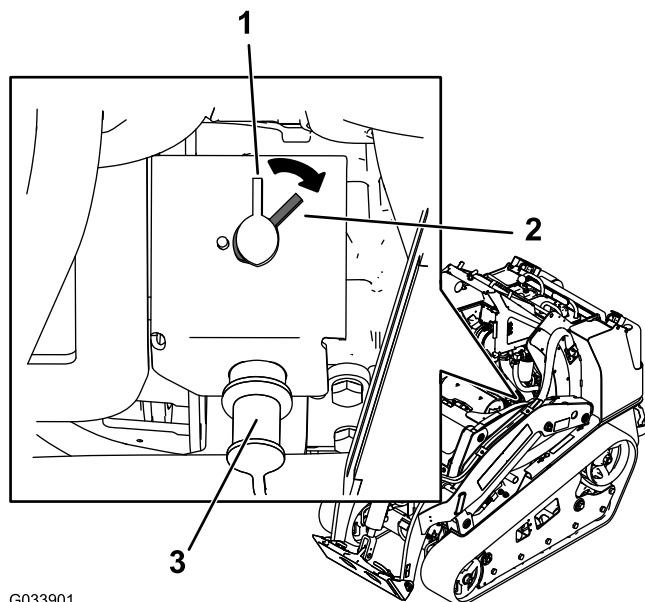

Figura 48
batteria in senso orario in posizione di ACCENSIONE (Figura 48).
- Per diseccitare la macchina elettricamente, ruotate l'interruttore di scollegamento della batteria in senso antiorario in posizione di SPEGNIMENTO (Figura 48).